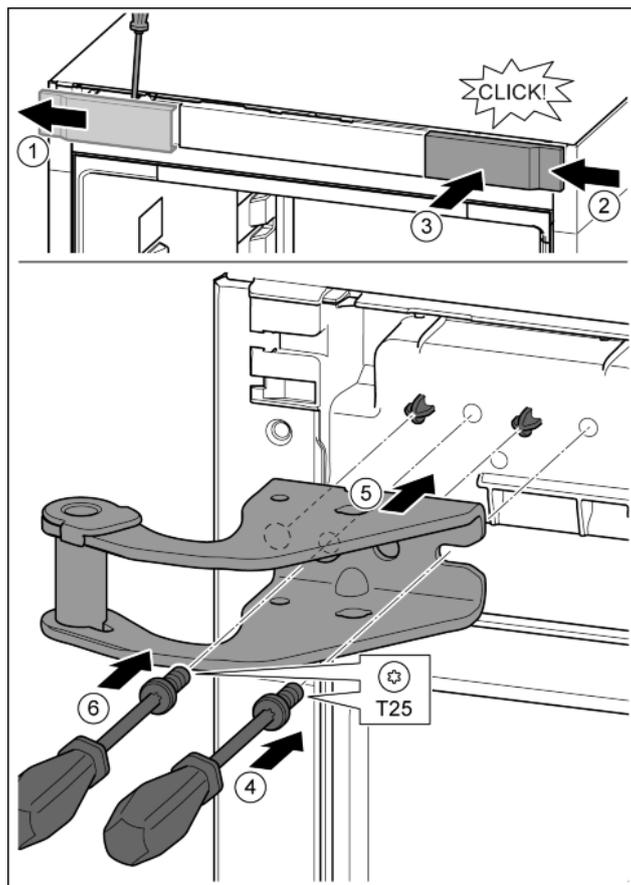

Fig. 12
- ▶ Libérer le cache avec un tournevis et le mettre de côté. Fig. 12 (1)
- ▶ Accrocher le cache tourné de 180° de l'autre côté à droite. Fig. 12 (2)
- ▶ Enfoncer le cache. Fig. 12 (3)
- ▶ Mettre en place la vis avec le tournevis T25. Fig. 12 (4)
- ▶ Mettre en place le support de palier supérieur. Fig. 12 (5)
- ▶ Serrer la vis. Fig. 12 (4)
- ▶ Mettre en place la vis avec un tournevis T25 et la serrer. Fig. 12 (6)